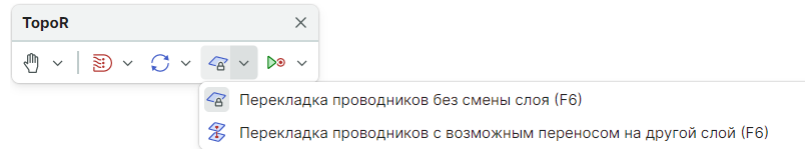

Рис. 413 Варианты перекладки проводников между слоями
3. Автопроцедура перекладки проводника, см. Рис. 413.